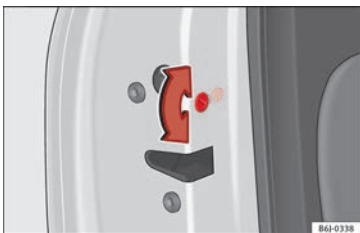

Abb. 139 Kindersicherung in der linken Tür
- Drehen Sie bei geöffneter Tür den Schlitz mit dem Fahrzeugschlüssel bei den linken Türen gegen den Uhrzeigersinn »» Abb. 139 und bei den rechten Türen im Uhrzeigersinn.
- Drehen Sie bei geöffneter Tür den Schlitz mit dem Fahrzeugschlüssel bei der rechten Tür gegen den Uhrzeigersinn und bei der linken Tür im Uhrzeigersinn »» Abb. 139.